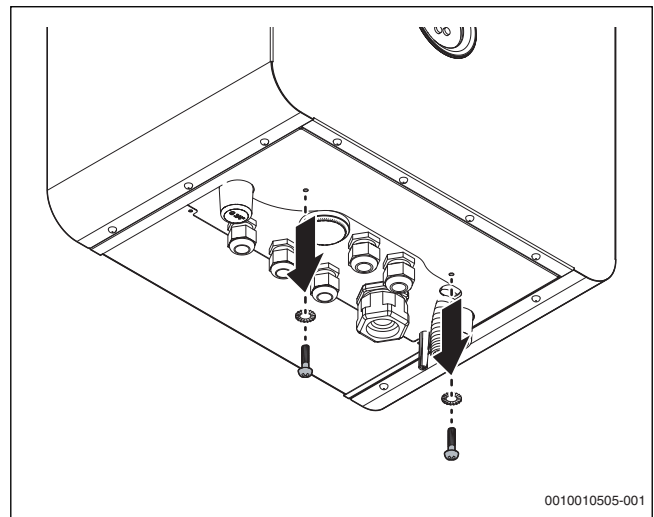
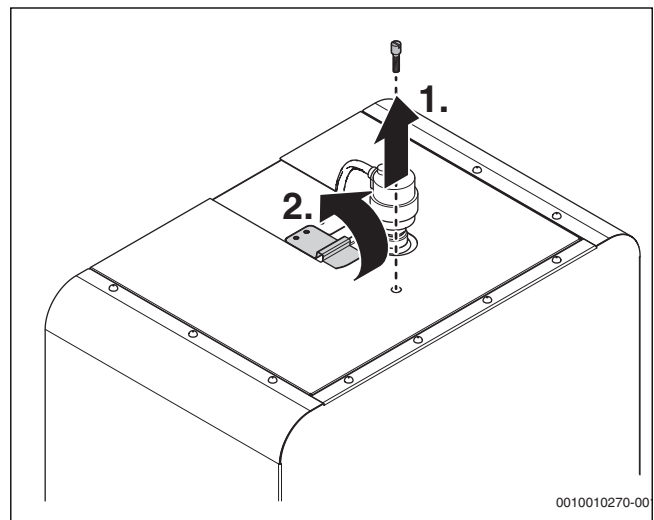

Рис. 6 Отвинчивание винтов
Рис. 7 Высвобождение стопорной пружины
- ▶ Отверните два винта в нижней части рамы и один винт в верхней части рамы (→ рис. 6 и рис. 7).
- ▶ Высвободите стопорную пружину в верхней части облицовки (→ рис. 7).